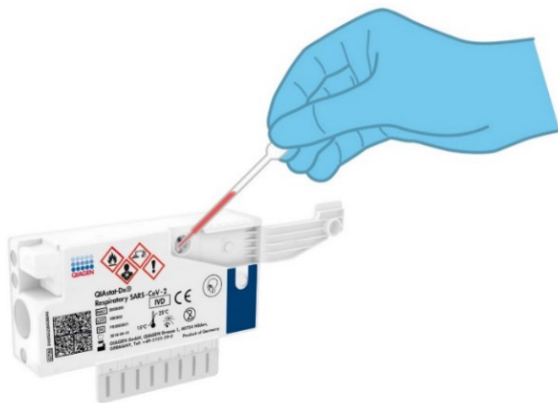

Figura 41. Trasferimento del campione nella porta principale della QIAstat-Dx Respiratory SARS-CoV-2 Panel Cartridge.
6. Trasferire con cautela 300 μ l di volume del campione nella porta per campione liquido della QIAstat-Dx Respiratory SARS-CoV-2 Panel Cartridge utilizzando una pipetta di trasferimento monouso in dotazione (Figura 41).